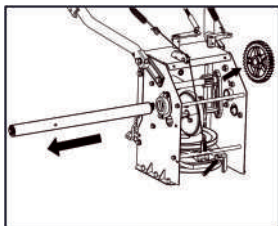

Рис. 28
4. Перед тем, как аккуратно снять узел фрикционного колеса с вала, аккуратно опустите шестигранный вал вниз и влево (рис. 28).